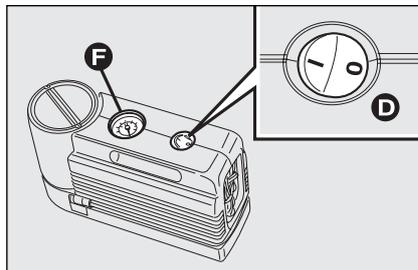
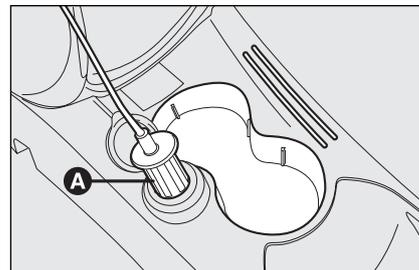

fig. 5
fig. 6
- assicurarsi che l'interruttore **D-fig. 5** del compressore sia in posizione 0 (spento), avviare il motore, inserire la spina **A-fig. 6** nell'accendisigari (o presa 12V) e azionare il compressore portando l'interruttore **D-fig. 5** in posizione I (acceso). Gonfiare il pneumatico alla pressione prescritta nel paragrafo "Pressione di gonfiaggio" del capitolo "Dati Tecnici". Per ottenere una lettura più precisa, si consiglia di verificare il valore della pressione sul manometro **F-fig. 5** con il compressore spento;